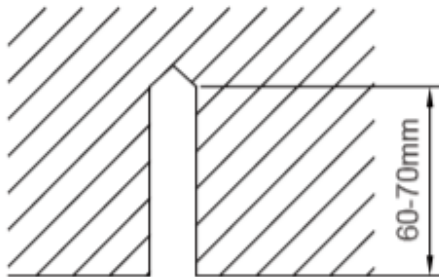

Рисунок 5
- (1) Встановіть болти на стелю в місці, досить міцному, щоб повісити пристрій. Відзначте положення болтів на шаблоні для встановлення. Використовуючи свердло по бетону, просвердліть отвори діаметром 12,7 мм (1/2"). (Рис. 5)